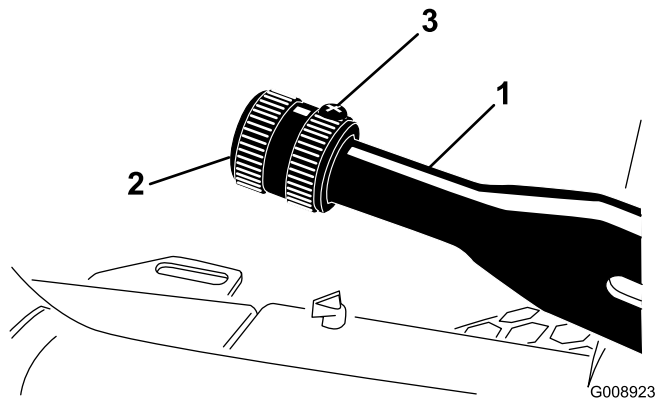

Figura 53
1. Desaperte o parafuso de afinação que fixa o manípulo à alavanca do travão de mão (Figura 53).